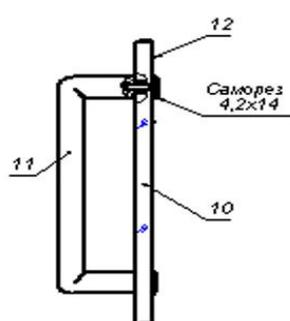

Рис.1
4.5. Установить на стеклянную дверь (10) ручку (11) и накладку магнитной защелки (12) (см. рис.1).